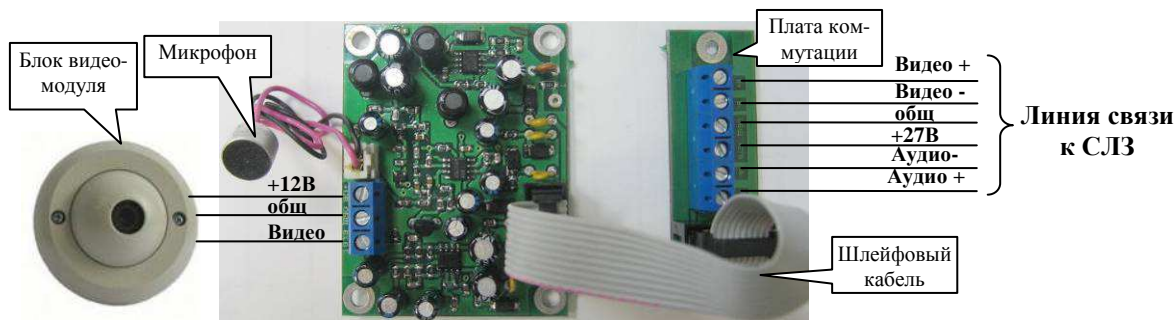

Рисунок 9.26. Схема подключения ВКА
Схема подключения ВКА представлена на рис.9.26.
- 6) Присоединить провода кабеля линии связи к клеммной колодке на плате коммутации согласно рис.9.26.
- 7) Соединить плату ВКА в блоке видеомодуля с платой коммутации в основании шлейфовым кабелем (рис.9.26).